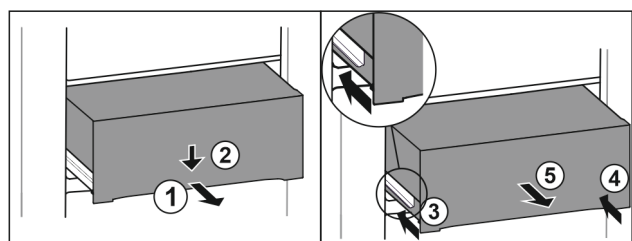

Fig. 154
- Trekk skuffen ut halvveis. Fig. 154 (1)
- Skyv skuffen foran nedover. Fig. 154 (2)
- Sett inn den venstre skinnen ca. 2 cm. Fig. 154 (3)
- Sett inn den høyre skinnen ca. 2 cm. Fig. 154 (4)
- Ta ut skuffen framover. Fig. 154 (5)